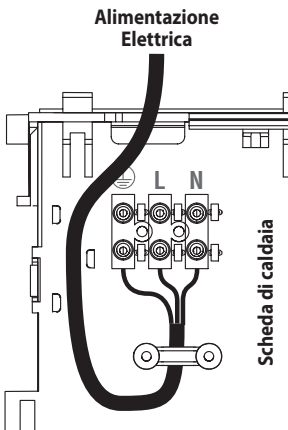

Figura 5.21
- Collegare il cavo di alimentazione elettrica all'interruttore onnipolare rispettando la corrispondenza della linea (filo marrone) e del neutro (filo azzurro) (Figura 5.21).